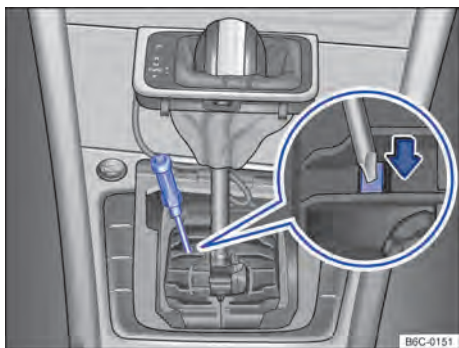

Fig. 97 Desinstalar la cubierta de la palanca selectora y desbloquear el bloqueo de la palanca selectora de emergencia.
- Con ayuda de un destornillador presionar cuidadosamente la palanca de desbloqueo en la dirección de la flecha y mantenerla en esa posición → fig. 97.